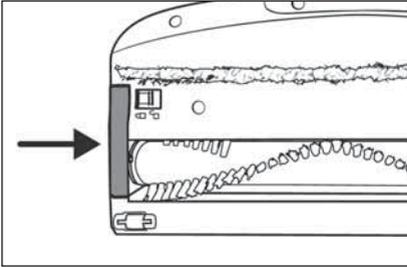

Fig. 27
- 6) Remplacez le support de rouleau de brosse **20** dans la brosse de sol **22**. Poussez-le vers le bas jusqu'à ce qu'il s'enclenche dans la brosse de sol **22** avec un clic (voir fig. 27).